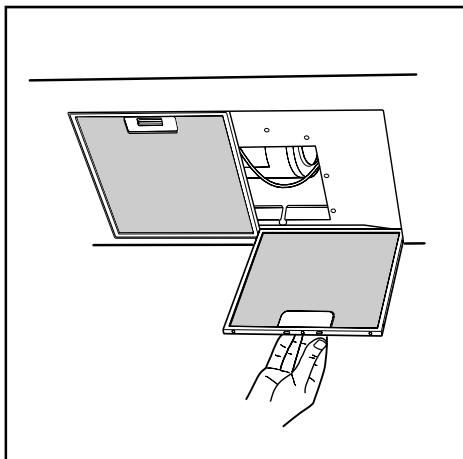

Fig.7
- La distanza minima fra la superficie di supporto dei recipienti di cottura sul dispositivo di cottura e la parte più bassa della cappa da cucina deve essere di almeno 65 cm. Se dovesse essere usato un tubo di connessione composto di due o più parti, la parte superiore deve essere all'esterno di quella inferiore. Non collegare lo scarico della cappa ad un condotto in cui circoli aria calda o utilizzato per evacuare fumi dagli apparecchi alimentati da un'energia diversa da quella elettrica. Prima di procedere alle operazioni di montaggio, per una più facile manovrabilità dell'apparecchio disinserire i filtro/i antigraffio (Fig.7).
Per il montaggio del deviatore aria filtrante fare riferimento alle istruzioni contenute nel kit. Se il kit non è in dotazione, ordinare al Vs. rivenditore come accessorio. I filtri al carbone attivo devono essere applicati al gruppo aspirante posto all'interno della cappa (Fig.7).